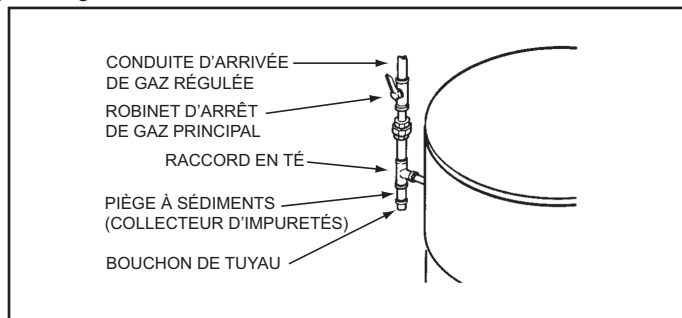

Figure 51. Installation de la conduite d'arrivée de gaz
S'assurer que tout le tuyau de gaz est propre à l'intérieur avant l'installation. Pour piéger toute poussière ou objets étranger présents dans la conduite d'approvisionnement de gaz, un collecteur d'impuretés devra être incorporé à la tuyauterie, comme illustré à la *Figure 51*. Le collecteur d'impuretés doit être facilement accessible et ne pas être exposé au gel. Installer conformément aux recommandations de la compagnie du gaz locale.
- Installer un piège à sédiments comme illustré à la **Figure 51** (page 39).
- Installer un robinet d'arrêt de gaz principal sur la conduite d'arrivée de gaz comme illustré à la **Figure 51** (page 39).
- Pour les pressions d'essais supérieures à 3,45 kPa (0,5 psi), débrancher le chauffe-eau et son robinet d'arrêt de gaz principal du système de tuyauterie d'alimentation en gaz pendant les contrôles. Voir **Figure 51** (page 39). La conduite d'arrivée de gaz doit être bouchée lorsqu'elle est débranchée du chauffe-eau.